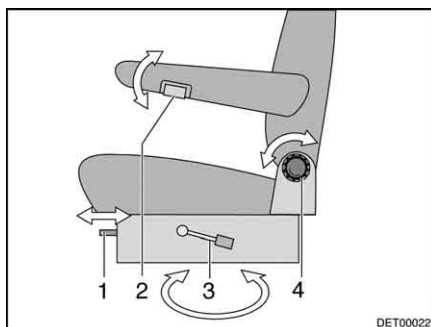

Bild 23 Fahrersitz und Beifahrersitz
- Den Hebel (Bild 23,3) zum Drehen des Sitzes drücken. Der Sitz wird aus der Arretierung gelöst.